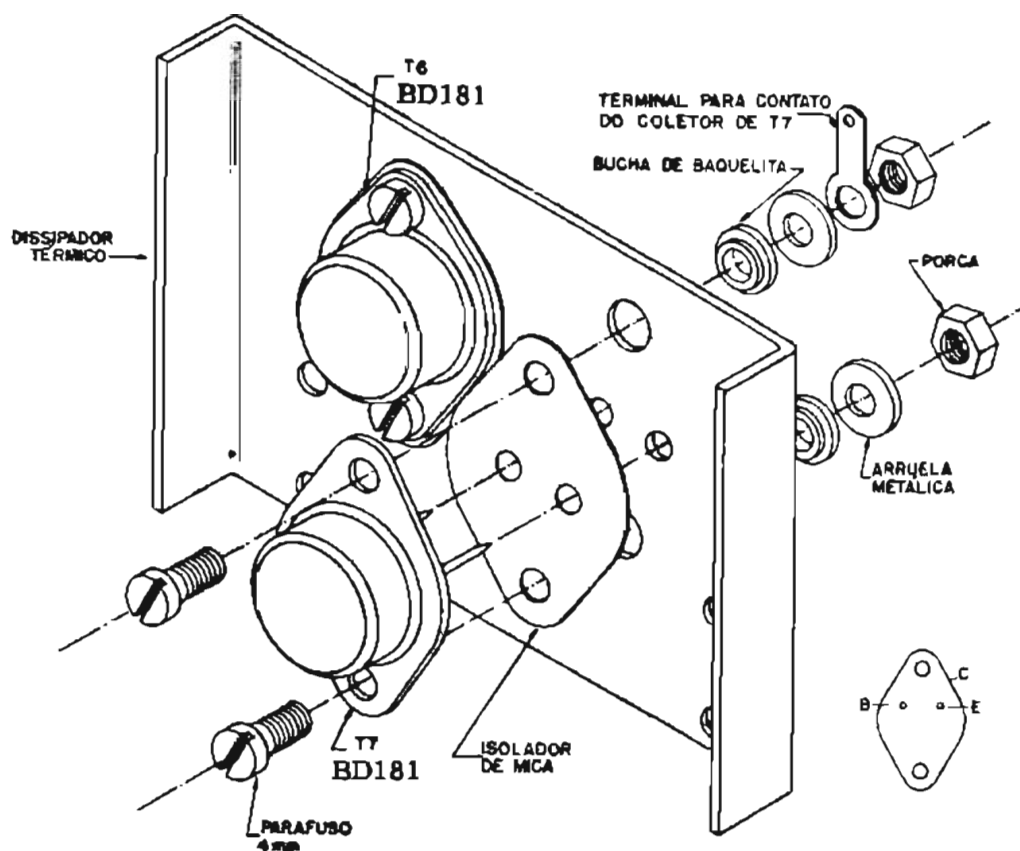

Figura 9 - Montagem dos transistores de potência sôbre o dissipador térmico.
- 11 - Para a montagem dos transistores T_6 e T_7 (BD181) no dissipador térmico, oriente-se pela figura 9. Verifique primeiro se os terminais dos transistores T_6 e T_7 estão alinhados. A seguir, introduza esses terminais nos orifícios correspondentes dos isoladores de mica, previamente untados com graxa de silicone ou vaselina sólida. Proceda com cuidado nestas operações para não danificar os isoladores. Utilizando os parafusos de 4mm de diâmetro, fornecidos no conjunto, monte os transistores no dissipador térmico. Coloque as buchas de baquelita, as arruelas metálicas, os terminais de ligação (só para os dois parafusos superiores) e as porcas, cuidando de não apertá-las excessivamente. Veja a ordem ilustrada na figura 9.